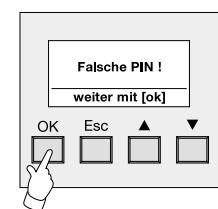
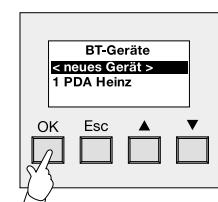

Bild 6:
Bild 7:
Bei korrekter Eingabe der letzten Ziffer wird das Bluetooth-Gerätemenü angezeigt (vgl. Schritt 5 / Bild 7). Bei einer falschen Eingabe erscheint eine Meldung (vgl. Bild 6) und es erscheint bei Bestätigung mit der Taste "OK" wieder das Hauptmenü (zurück zu Schritt 3).
5. Im Menü "BT-Geräte" zeigt sich eine Liste mit den Namen aller eingelernten Bluetooth-Endgeräte. Die Liste ist leer, wenn noch kein Endgerät eingelernt ist. Durch Anwählen des Menüeintrags "<neues Gerät>" mit den Pfeiltasten und Betätigung der Taste "OK" können Endgeräte eingelernt werden (vgl. Bild 7). Eine Betätigung der Taste "ESC" bewirkt den Rücksprung in das Hauptmenü. Weiter mit Schritt 6.